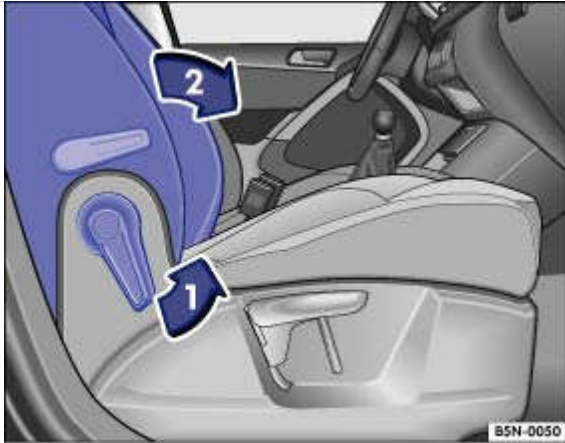

Fig. 62 Escamotage du dossier de siège du passager avant
- Déverrouillez le dossier de siège du passager avant dans le sens de la flèche → Fig. 62 ① .
- Escamotez le dossier de siège du passager avant dans le sens de la flèche → Fig. 62 ② en position horizontale.
- Pour relever le dossier du siège du passager avant, déverrouillez-le de nouveau → Fig. 62 ① .